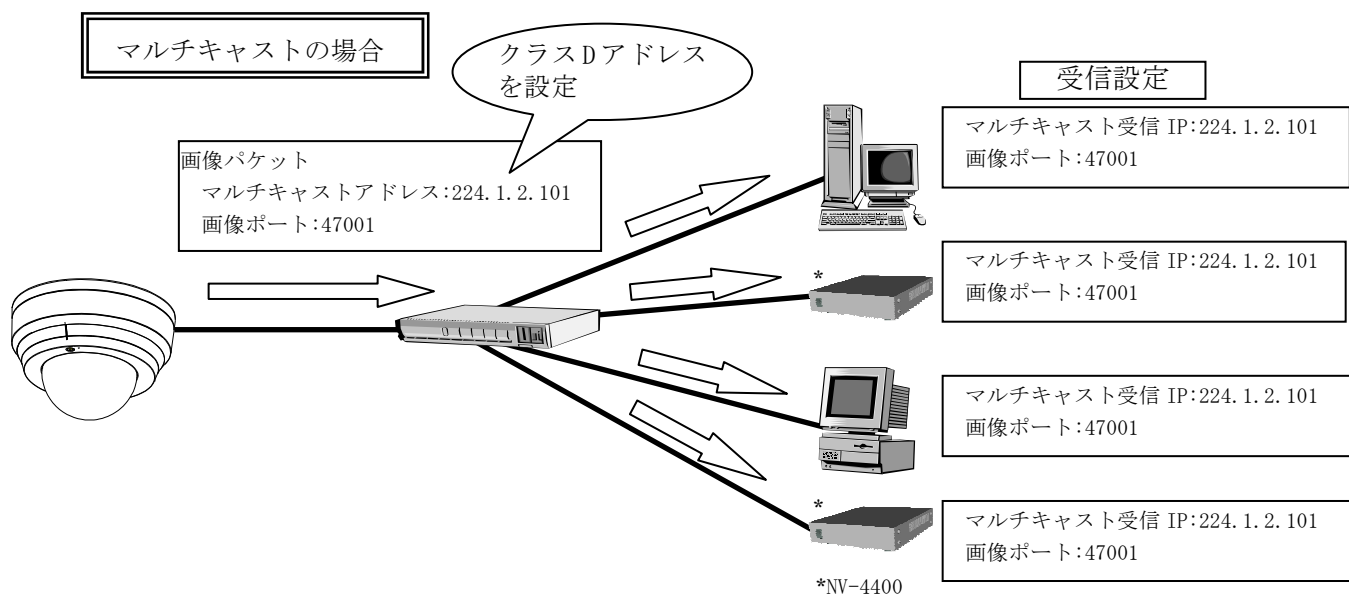

図 9-4 マルチキャストアドレス・画像ポートについて
- (1) マルチキャストアドレスは、RTP/UDP/IP プロトコルで画像配信される際の宛先 IP アドレスです。
- (2) マルチキャストアドレスにクラス D の IP アドレスを指定するとマルチキャスト配信が行えます。
- (3) マルチキャストアドレスに受信側機器の IP アドレスを指定すると RTP/UDP/IP プロトコルによるユニキャスト画像配信も行えます。
- (4) 画像ポートは、画像データを通信するためのポートです。1024～65535 の範囲で設定できます。
- (5) 図 9-4にその該略図を示します。